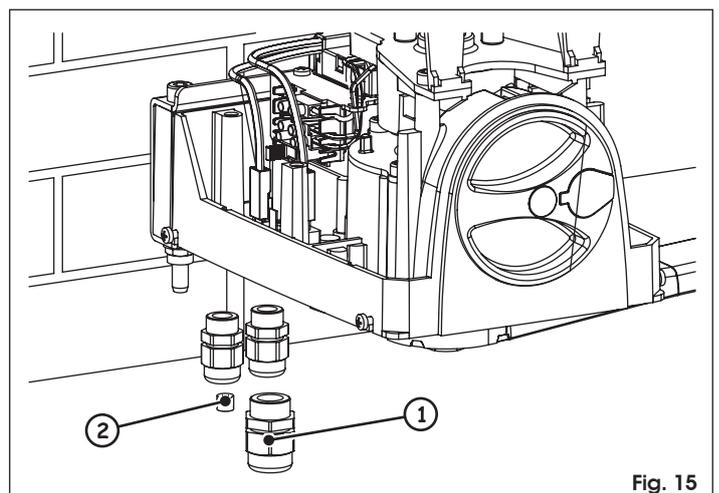

Fig. 15
1. Monte los tres sujetas-cables suministrados en dotación con las correspondientes tuercas de fijación (Fig. 15).
👉 El sujetas-cables más grande (Fig. 15 ref. ①) siempre debe utilizarse.
👉 Si no se utilizan los otros dos sujetas-cables, deben cerrarse utilizando los tapones a tal fin destinados suministrados en dotación (Fig. 15 ref. ②). Introduzca el tapón de plástico en el orificio de paso del cable y cierre el sujetas-cables hasta que quede bloqueado.